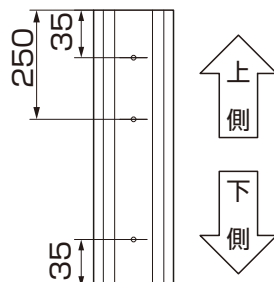

図1-2 T-12柱下側スリーブ材
- T-12柱下側スリーブ材には上下の区別があります。(図1-2参照)